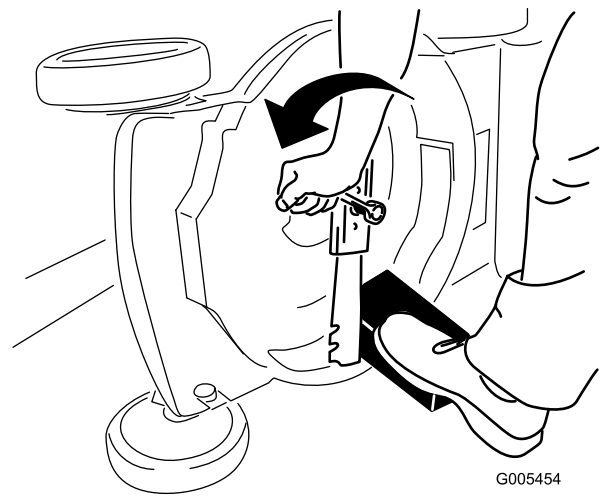

Figura 20
3. Usate un blocco di legno per tenere ferma la lama (Figura 20).
4. Togliete la lama e conservate la bulloneria di montaggio (Figura 20).